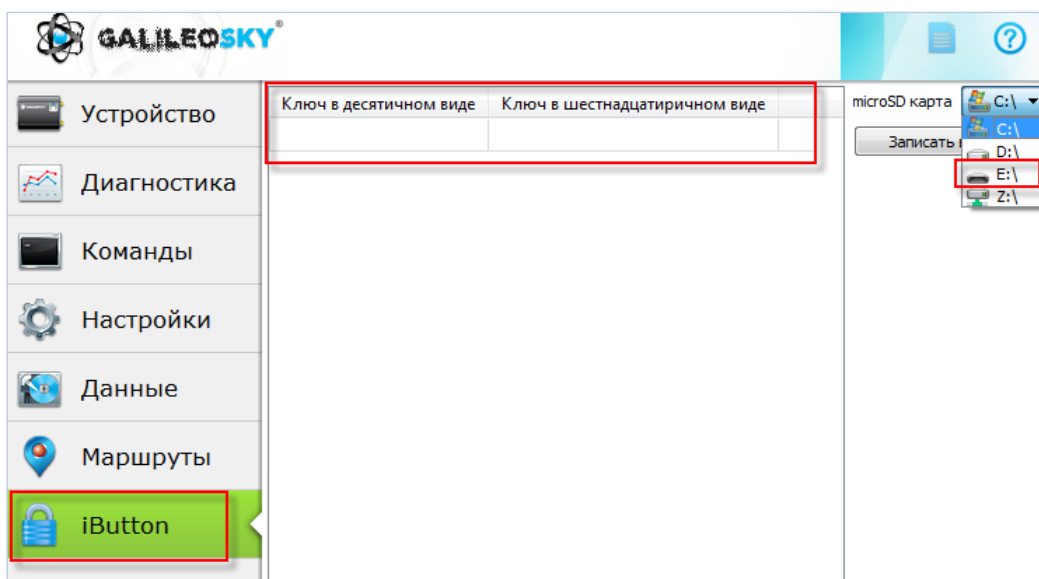

Рисунок 11. Внесение идентификаторов доверенных ИК
3. выберите в выпадающем меню диск, соответствующий microSD-карте (Рис. 11);